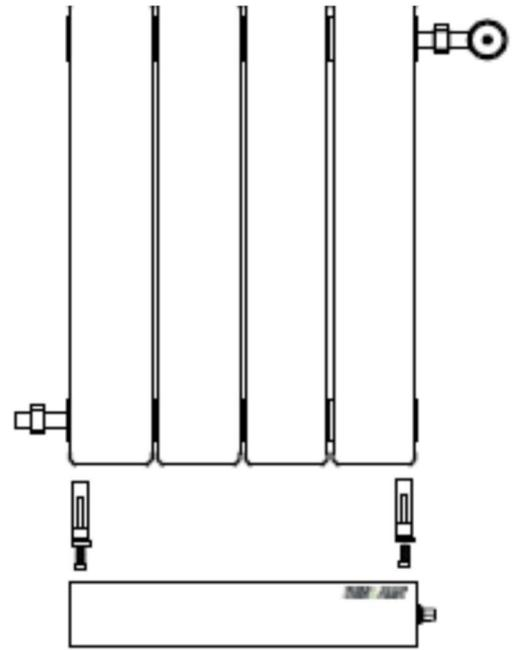

FIGURA 1
- Colocar el dispositivo por debajo del radiador y comprobar que el ancho del bastidor coincide aproximadamente con el ancho del radiador tal y como se aprecia en la figura 1 (frontal del radiador). De no coincidir puede que el modelo no sea el correcto o bien que el radiador no sea del estándar* compatible.
- Acercar las dos abrazaderas de anclaje hasta el tubo de conexión del radiador (figura 2). Preferiblemente las abrazaderas deben colocarse en los extremos del radiador como se muestra en la figura 1.